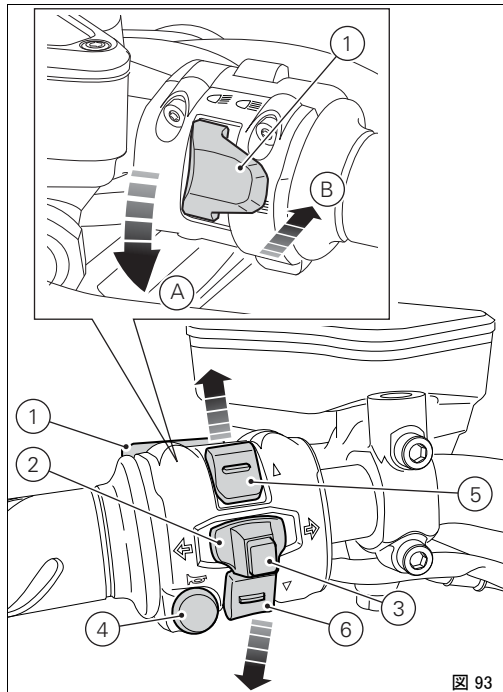

図 93
## 左側スイッチ (図 93)
- 1) デイマースイッチ、ビームの選択、2 ポジション (図 93):
- 2) ボタン ⇐ ⇨ = ターンインジケータ、3 ポジション (図 93):